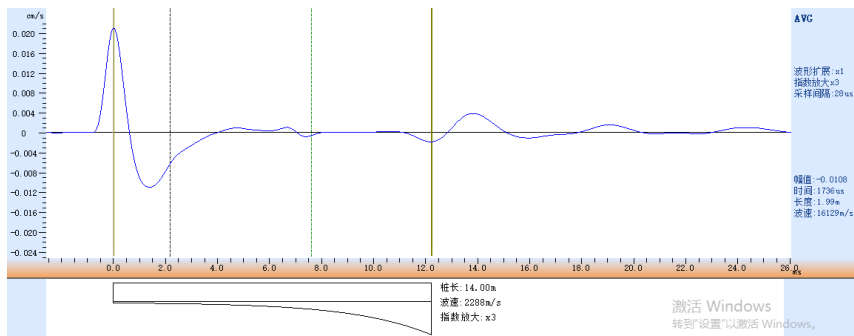

图 3-12 单通道显示界面
①单波形：单道波形的放大显示，如图 3-12 所示，下部显示模拟桩的示意图；在多波形界面下，双击波形也可进入该界面。